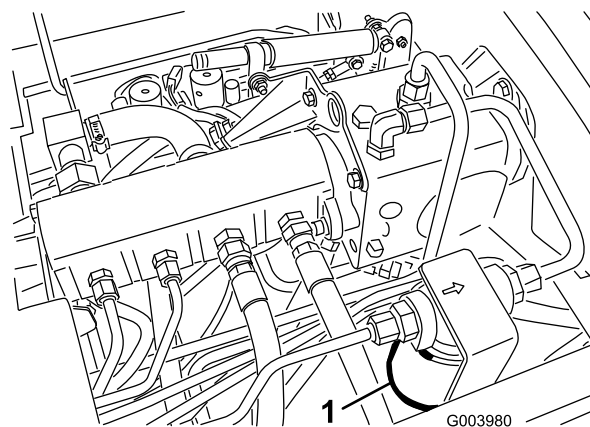
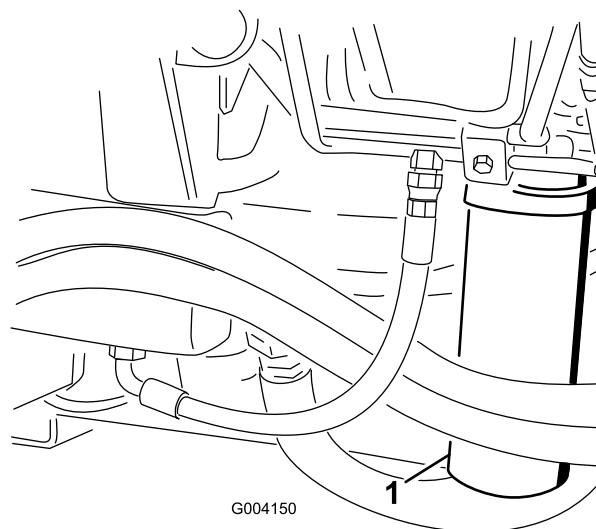

Рисунок 71
Рисунок 72
2. Очистите область вокруг места крепления фильтра и установите сливной поддон под фильтр (Рисунок 71 и Рисунок 72).